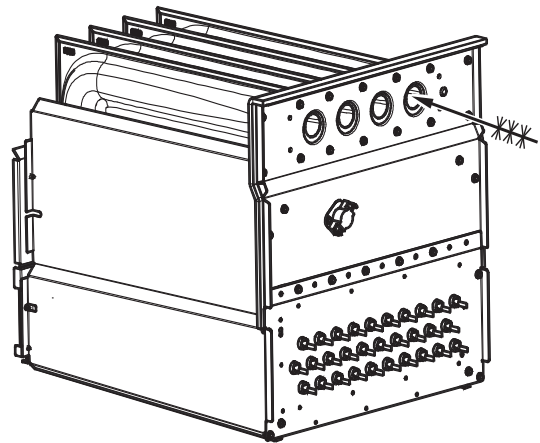

Fig.71 – Nettoyage de la cellule de l'échangeur thermique
- Nettoyez les ouvertures de l'échangeur thermique à l'aide d'un aspirateur et d'une brosse douce. Voir Fig. 71.